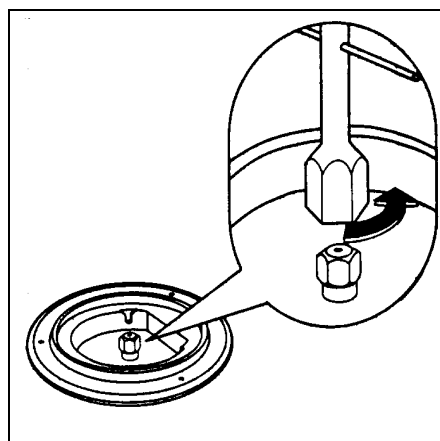

fig. 16
3. Avec une clé à douille de 7, dévissez les injecteurs (fig. 16) et remplacez-les par ceux convenant au type de gaz utilisé (voir tableau n°1).